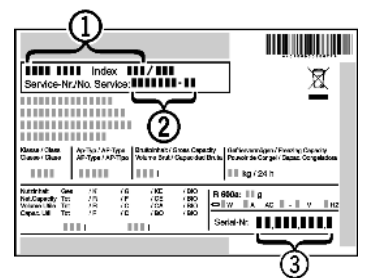

Fig. 19
- ▶ Laitteen nimitys Fig. 19 (1), service-n:o Fig. 19 (2) ja sarja-n:o Fig. 19 (3) löytyvät tyyppikilvestä. Tyyppikilpi sijaitsee vasemmalla sisäpuolella.
- ▶ Ilmoita asiakaspalveluun vika, laitteen nimi Fig. 19 (1), service-n:o Fig. 19 (2) ja sarja-n:o Fig. 19 (3).